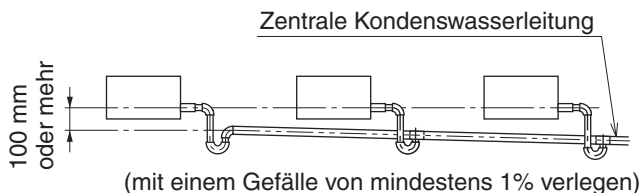
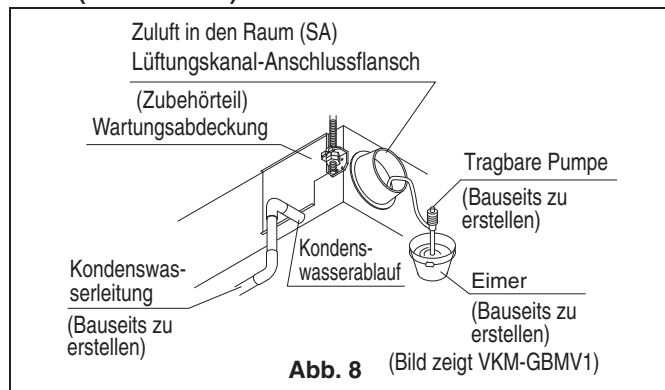

Abb. 7-2
Abb. 8 (Bild zeigt VKM-GBMV1)
- Halten Sie die Kondenswasserleitung so kurz wie möglich und verlegen Sie es mit einem Gefälle von mindestens einem Prozent, um zu verhindern, dass sich Luftblasen bilden können. (Siehe Abb. 7-2)
- Wenn Sie eine zentrale Ablaufleitung verwenden, folgen Sie den Anweisungen in Abbildung 7-2.
- (2) Vergewissern Sie sich nach dem Abschluss der Verrohrung, dass das Kondenswasser gleichmäßig ablaufen kann.
- Prüfen Sie den Ablauf, indem Sie 1 Liter Wasser, nachdem Sie die Wartungsklappe entfernen haben (10 Schrauben), über die Inspektionsöffnung oder über den Anschluss des Lüftungskanals für die Raumversorgung (SA) in die Kondensatwanne einfüllen. (Siehe Abb. 8)